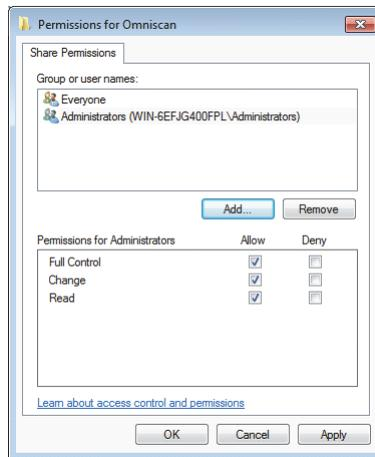

Figura 7-31 La finestra di dialogo **Autorizzazioni OmniScan** (Windows 7)
10. Nella finestra di dialogo **Autorizzazioni per Omniscan** (Permissions for Omniscan), cliccare su **Aggiungi** (Add) [vedere Figura 7-31 a pagina 246].